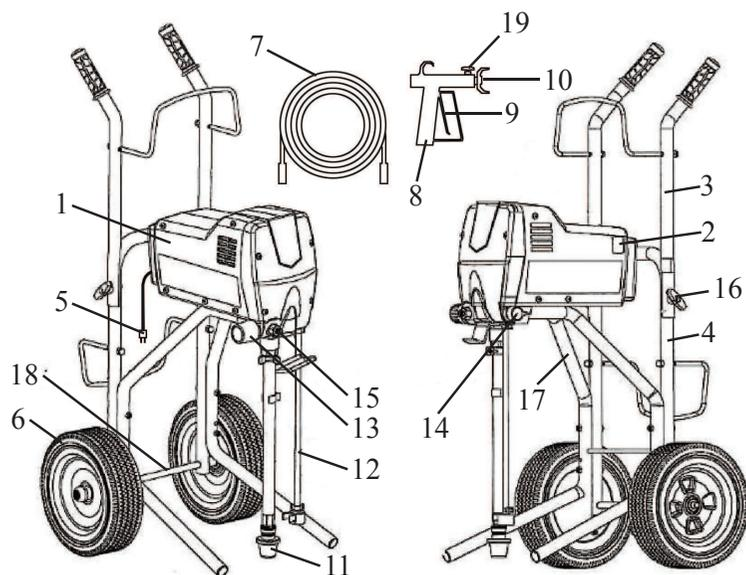

рис. 1
3.1 Общий вид АБР представлен на рис.1 *
6.1.1 Установите верхнюю часть рамы **3** (рис. 1) на нижнюю **4** (рис. 1) и зафиксируйте винтами **16** (рис. 1)
6.1.2 Установите на раму стойку-основание **17** (рис. 1) и зафиксируйте с помощью болтов и гаек (входят в комплект поставки)
6.1.3 На стойку **17** (рис. 1) установите корпус АБР **1** (рис. 1)
6.1.4 На нижнюю часть рамы **4** (рис. 1) установите ось **18** (рис. 1), затем установите колёса для транспортировки **6** (рис. 1)
6.2.2 Подсоедините один конец шланга **7** (рис. 1) к выходному штуцеру **15** (рис. 1) а другой к приёмному штуцеру краскопульта **8** (рис. 1). Регулятором **13** (рис. 1) производится регулировка давления.
6.2.3 С помощью хомутов подключите 2 шланга для всасывания краски **11** и **12** (рис. 1). В зависимости от вязкости краски, регулятором **14** (рис. 1) производится регулировка всасывания.
6.3.2 Затем подключите вилку 5 (рис. 1) к розетке питания электрическим током.
6.3.3 Переведите выключатель 2 (рис. 1) в положение «Вкл.»
Перед началом распыления необходимо проверить краскопульт на шаблоне, произвести калибровку давления подачи краски 13 (рис. 1), подачи краски 14 (рис. 1), настроить винт распыления 19 (рис. 1).